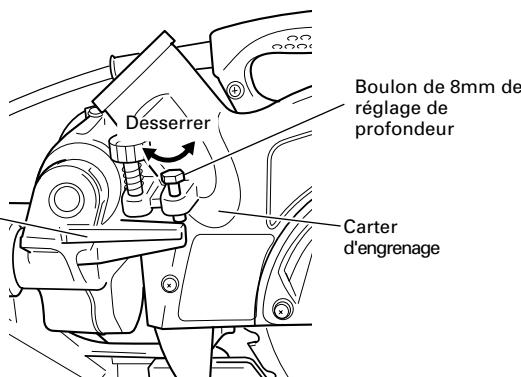

Fig. 10-b
S'assurer que la lame de scie peut être abaissée de  $13/32"$  à  $7/16"$  (10 à 11mm) en dessous de la plaque d'insertion de table, comme le montre la Fig. 10-a.
Pour régler la position limite inférieure de la lame de scie, procéder aux opérations (1) ci-dessous. (Fig. 10-b)
**REMARQUE:** Pour couper à angle droit une pièce dont la hauteur excède  $2-9/16"$  (65mm) et pour faire une coupe en biseau à gauche d'une pièce dont la hauteur excède  $1-25/32"$  (45mm) ou une coupe en biseau à droite d'une pièce dont la hauteur excède  $2-3/8"$  (60mm), régler la position limite inférieure de manière que la base de la tête du moteur (se reporter à la Fig. 10-a) ne vienne pas en contact avec la pièce.